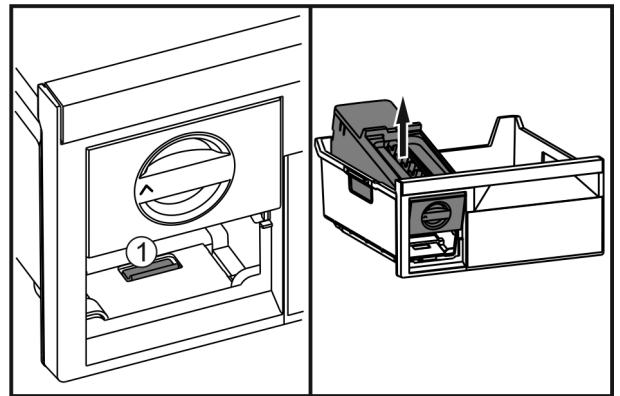

Fig. 56
- Appuyer sur la languette Fig. 56 (1), soulever l'EasyTwist-Ice depuis l'arrière et le faire sortir du tiroir de congélation.